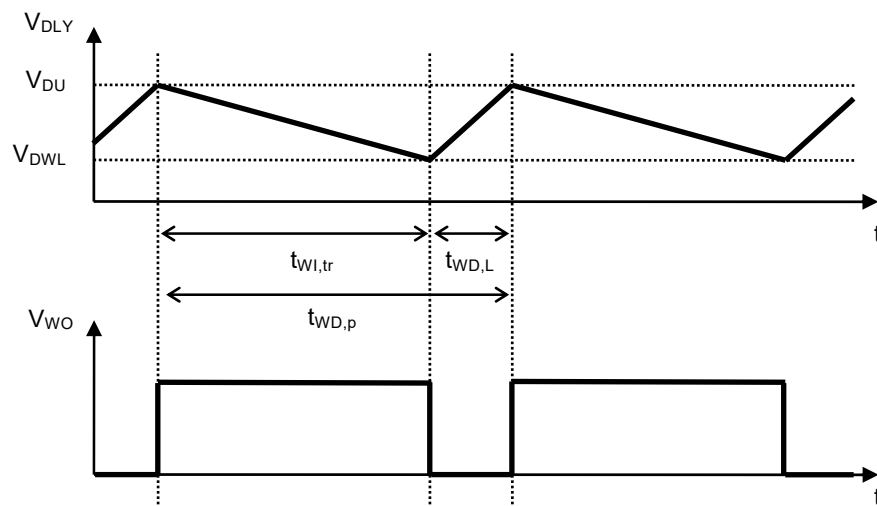

图8
*1. 看门狗定时器反复进行超时的检测时，在WO端子出现的连续矩形波的周期 (参阅图8)。可按以下的公式算出。
*2. 看门狗定时器进行超时的检测后，WO端子保持 "L" 的时间 (参阅图8)。
*3. 从看门狗定时器开始进行触发信号检测后，到检测出超时，并且WO端子输出变化为 "L" 为止的时间 (参阅图8)。此值可以通过 C_{DLY} 的电容值进行更改。